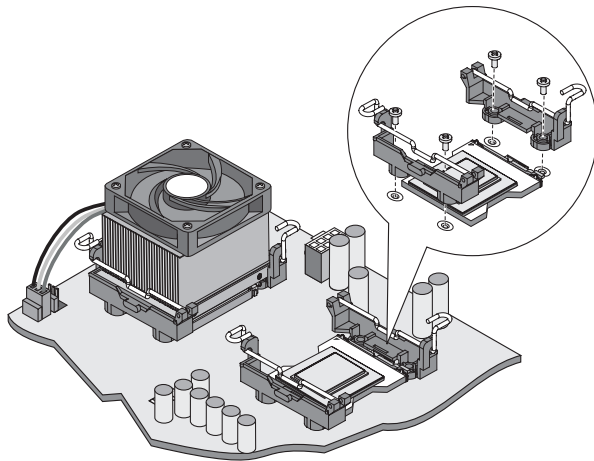

Figura 2-17: Soportes de montaje del disipador térmico
4. Repita el proceso para montar el otro soporte. Consulte la figura 2-17.